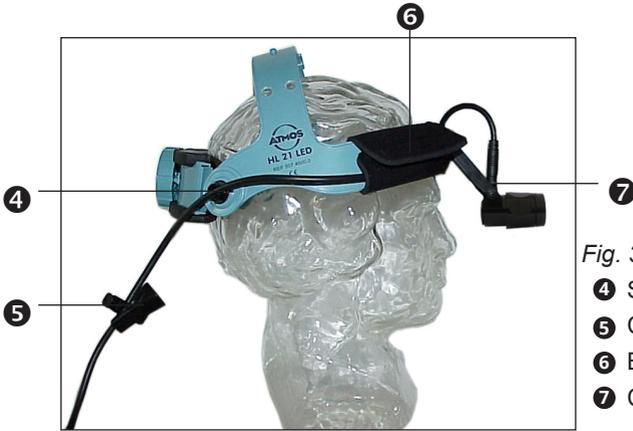

Fig. 3.
- Prenez l'un des câbles de connexion et connectez-le d'un côté la lampe frontale ATMOS HL 21 LED (⑦, Fig. 3).
- Utilisez le câble clip (⑤, Fig. 3) pour fixer le câble long à votre vêtement.